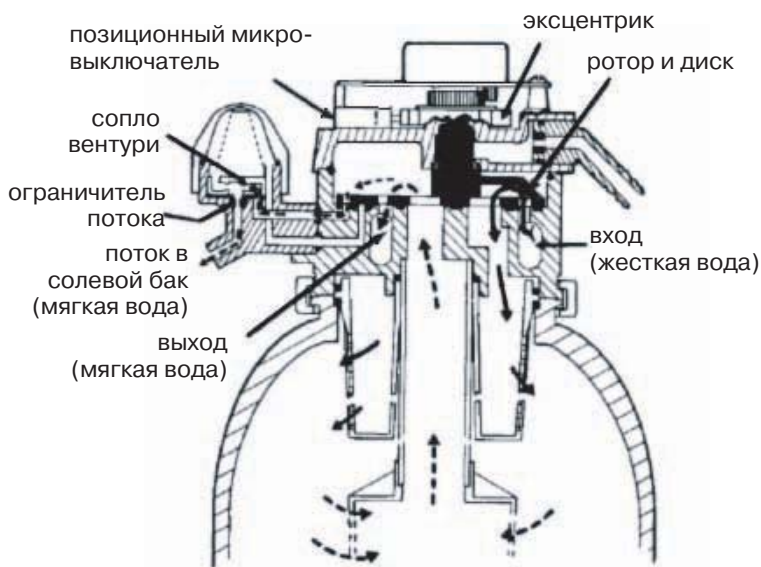

Рис. 10. Цикл заполнения солевого бака
**Этап №1** – цикл заполнения солевого бака (рис. 10). Соль, растворенная в воде, называется рассолом. Рассол служит очищающим веществом для смолы. Для получения рассола необходимо наличие воды в солевом баке. На этом этапе в солевой бак подается контролируемый поток воды.